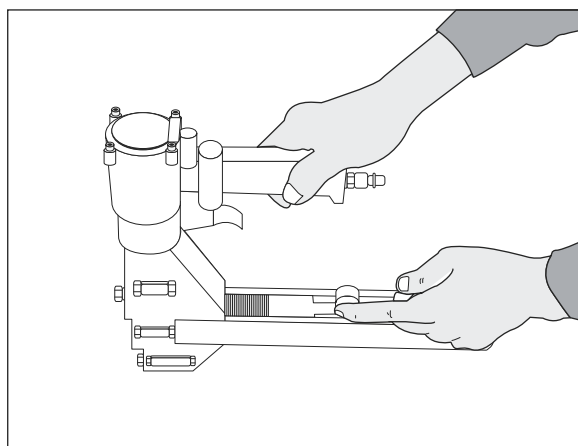

Figure 2
3. Insérez 2 bandes d'agrafes appropriées dans le magasin. Laissez les bandes coulisser vers l'avant du magasin. (Voir Figure 2)